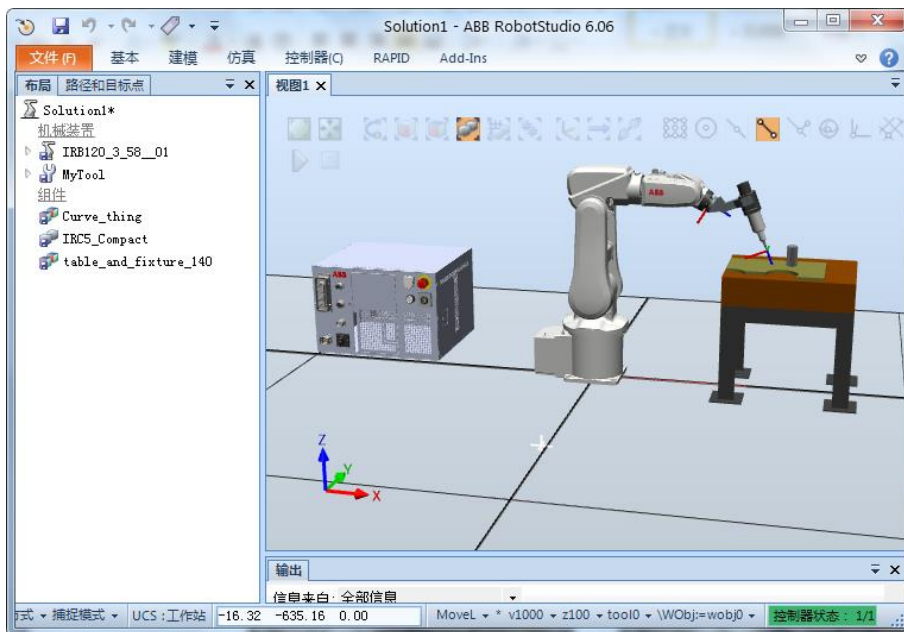
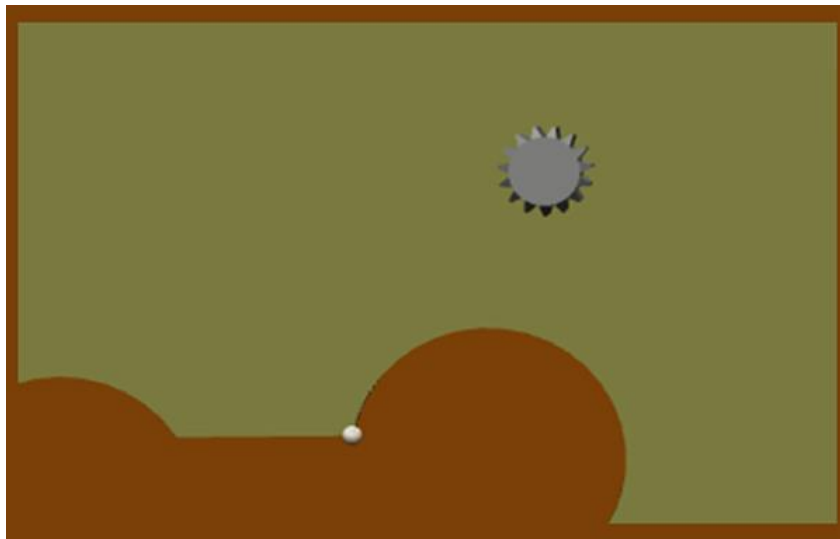

图 1 设备导入
图 2 相应轨迹（外围矩形轮廓轨迹）
- (1) 创建工作站，导入如图 1 所示的设备并完成系统的创建；
- (2) 完成工件坐标系的创建；
- (3) 使用 RAPID 语言编程，完成如图 2 所示类似复杂轨迹的编程（合理摆放相应设备位置）。